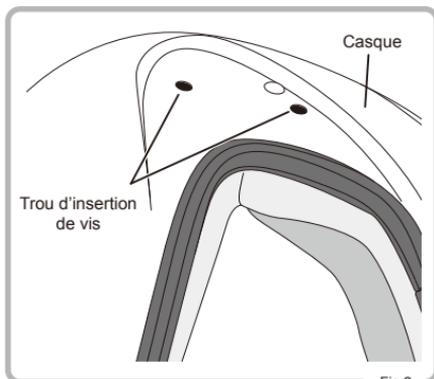

Fig.2
- ② Placez le rochet d'écran dans l'espace creux sur le côté du casque, et alignez le trou de montage se trouvant sur le rochet d'écran avec le trou de montage du casque (Fig. 2).